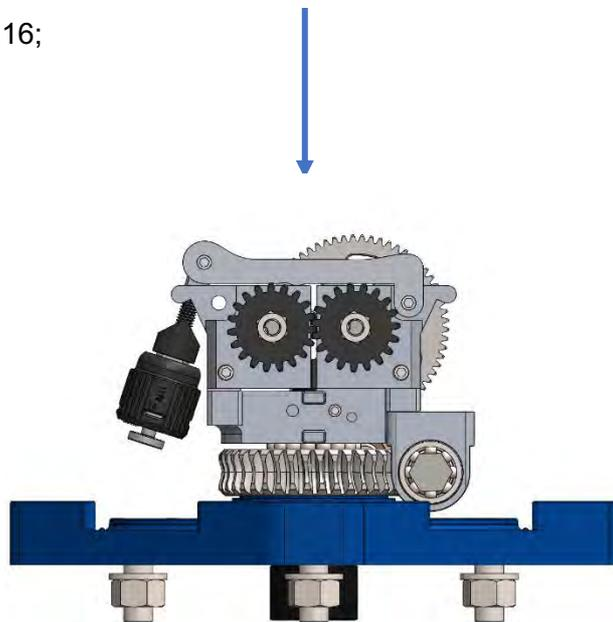

Figura 16
2. Svitare la manopola posta sul lato del Twister. Figura 16;